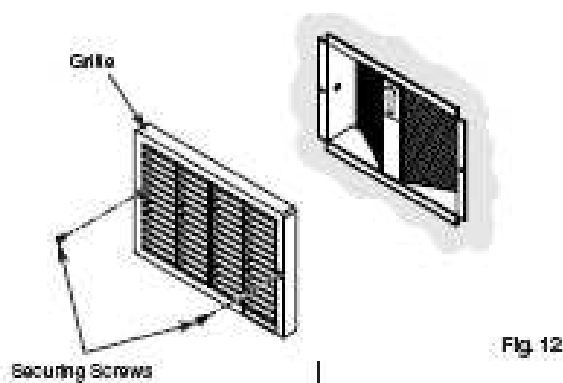

Fig. 12
3. Áramtalanítsuk a készüléket, majd csavarjuk ki a készülék elején található csavarokat és távolítsuk el a készülék rácsát. Fig.12.